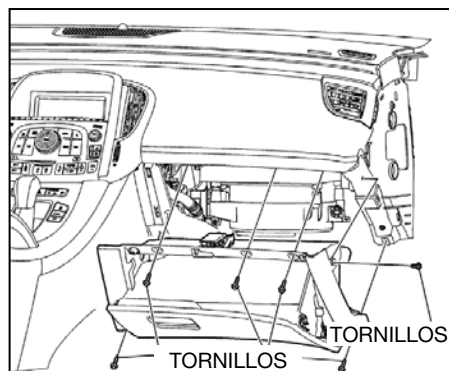

Fig. 19
3. Retire los tornillos de sujeción de la guantera, y la guantera (ver Fig. 19).